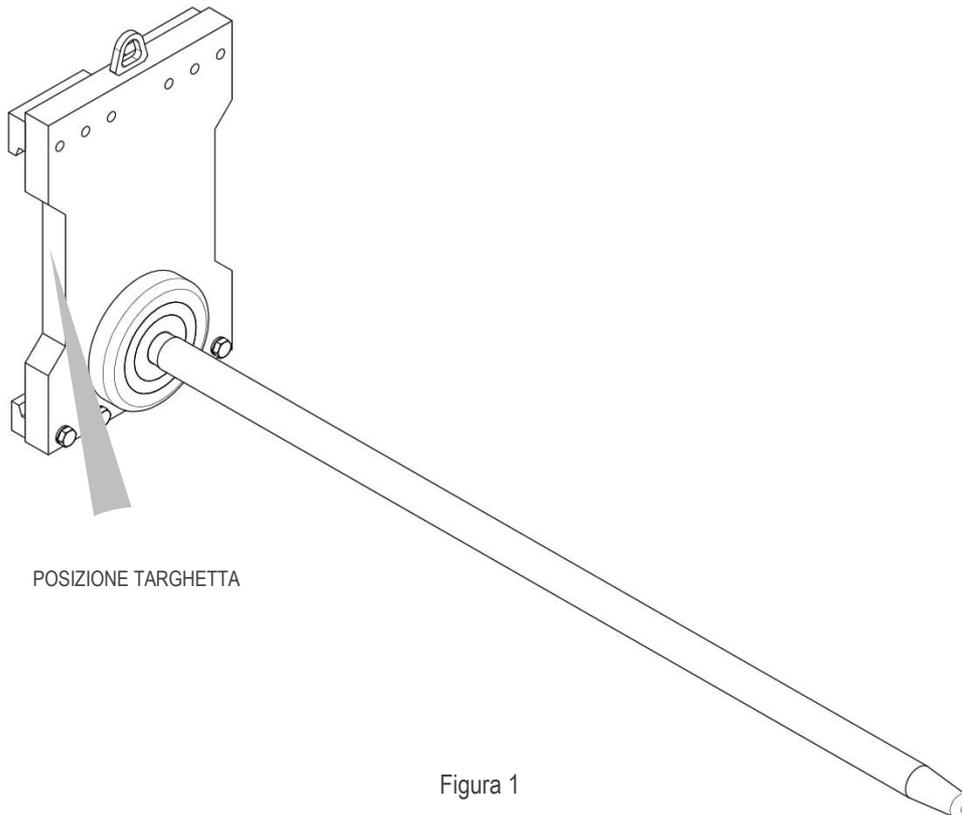

Figura 1
Tutte le attrezzature A.T.I.B. - “BRACCIO DI CARICO TIPO 940 ” vengono identificate mediante targhetta adesiva (vedi *Tabella 1*) posizionata sull’attrezzatura (vedi *Figura 1*), fare sempre riferimento al numero di matricola.
4. Per la movimentazione devono essere utilizzate cinghie e/o catene opportunamente dimensionate rispetto al peso dell'attrezzatura indicato in targhetta (vedi Figura 1 e Tabella 1 a pag. 4).